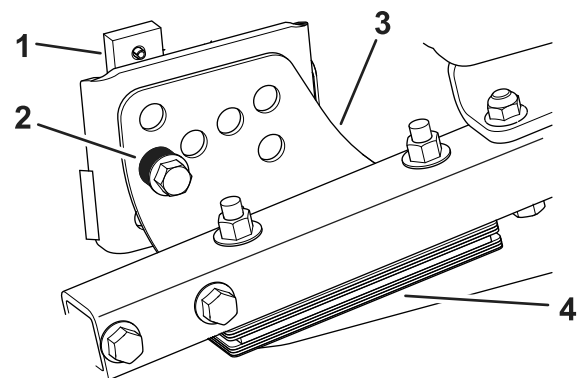

Figura 105
1. Retire el soporte de altura de corte (delantero, izquierdo o derecho) del bastidor de la carcasa (Figura 105).
2. Coloque suplementos de 1,5 mm y/o 0,7 mm entre el bastidor de la carcasa y el soporte hasta lograr el ajuste de altura deseado (Figura 105).